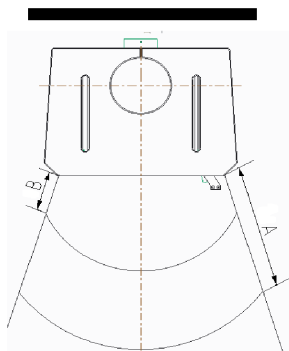

Fig. 8
Per gli elementi costruttivi, i mobili e i tessuti di arredamento infiammabili situati nella zona di irraggiamento della stufa è necessario rispettare una distanza minima di **100 cm (A)**, misurati dal bordo anteriore dell'apertura del focolare. La distanza di sicurezza si riduce ai **50 cm (B)** qualora di fronte all'elemento sia installata una protezione areata (v. fig. 8).